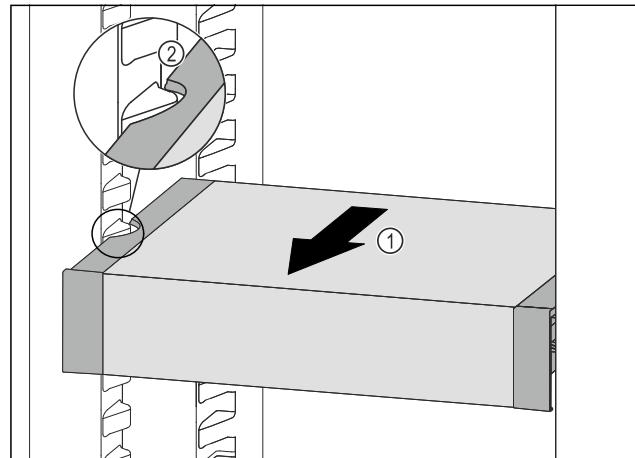

Fig. 113
- VarioSafe nach vorne ziehen Fig. 113 (1), bis sich die seitlichen Aussparungen des VarioSafes auf Höhe der Behälterrippe im Kühlteil befinden. Fig. 113 (2)